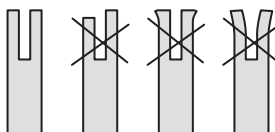

Imagen 39
- > Examine si los 'rieles' de la espada están desgastados: Sujete una regla (con el borde recto) sobre el lado de la espada y las 'placas laterales cortantes'. Si existe un hueco entre la regla y la espada, los 'rieles' de la espada están en condiciones normales. Si no hay hueco (la regla se queda pegada al lado de la espada) los 'rieles' de la espada están desgastados y deberán ser sustituidos por otros del mismo tipo (Imagen 39).